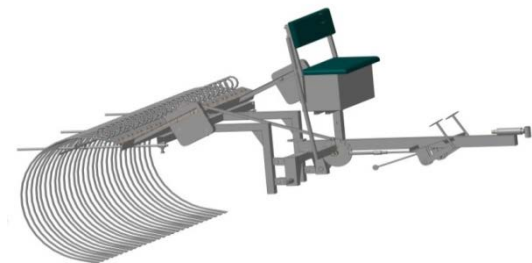

Рис.1
- 5.1. Грабли состоят из следующих основных узлов (рис. 1): балка грабельная с зубьями, рама с механизмом сбрасывания сена, система рычагов для подъема/опускания балки грабельной, противовесы.